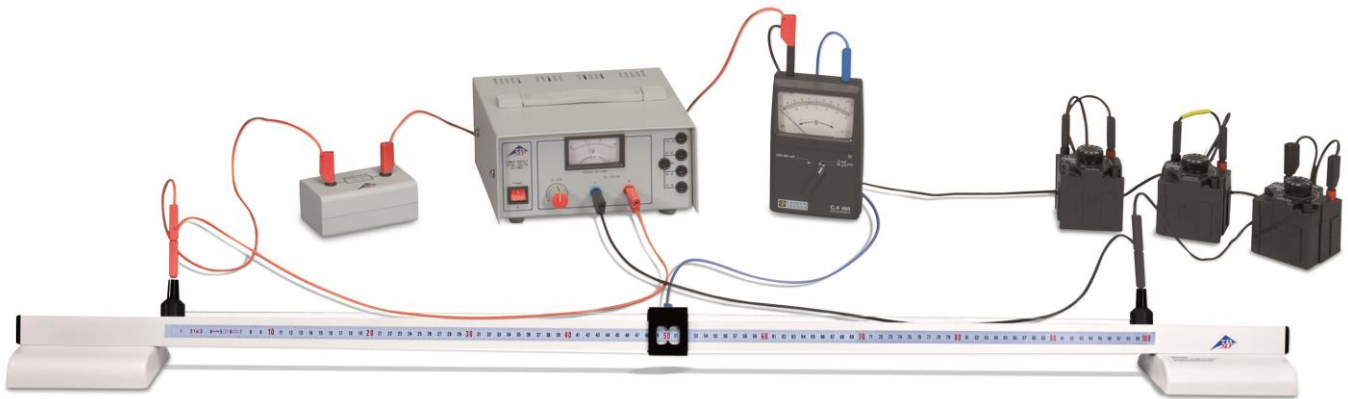

Fig. 1: Disposição de medição.
- Montar a experiência conforme mostrado na Fig. 1. Para isto, conectar o conector preto da direita da ponte de medição de resistências uma vez ao polo negativo da fonte e uma vez pelas décadas de resistências ligadas em série com o conector "COM" do galvanômetro neutro. Conectar o conector vermelho da esquerda da ponte de medição de resistências uma vez ao polo positivo da fonte e uma vez pela resistência de precisão 100 Ω ou 1 kΩ com o conector "COM" do galvanômetro neutro. Conectar o conector "+" do galvanômetro neutro com o contato de fricção da ponte de medição de resistências. Ainda não ligar a fonte.